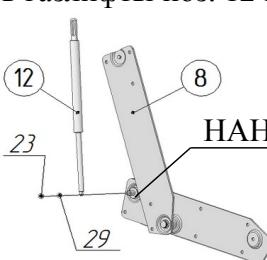

Рис.3.1
3. НАНЕСТИ НА ОСИ МЕХАНИЗМОВ ПОДЪЁМА ПОЗ.7 И 8 СМАЗКУ поз.34 в соответствии с рис.3.1 и 3.2. Присоединить газлифты поз. 12 к механизмам поз.7 и 8 штоком (тонким стержнем) вниз в соответствии с рисунками 3.1 и 3.2, используя гайки M6 со стопорным кольцом поз.23. Под гайки установить шайбы Ø6x18 стальные поз.29.